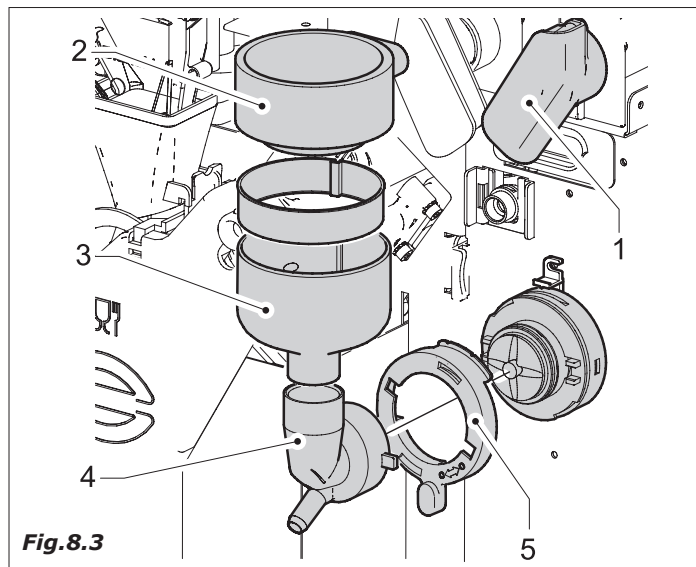

Fig.8.3
- convogliatori e scivoli polveri (Fig.8.3-pos.1)
- convogliatore acqua (2), camera miscelazione (3), ventola di frullatura (4) e ghiera (5)